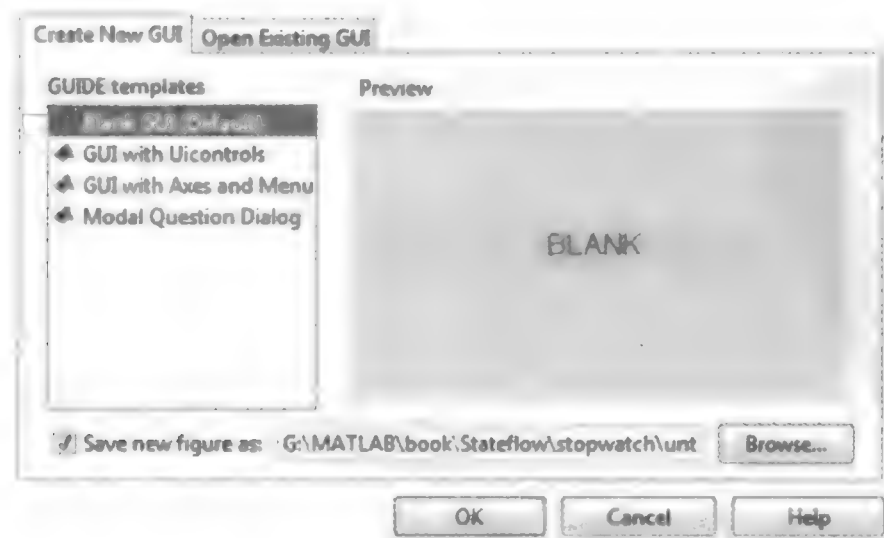

图 3.7.13 新建 GUI 界面选项
(2) 选择 MATLAB 界面的菜单项 File→New→GUI,在打开的对话框中选择 GUI 模板为 Blank GUI,勾选下方的 Save new figure as... 复选框,指定 GUI 文件名,并确保文件路径与 Simulink 模型的一致,如图 3.7.13 所示。